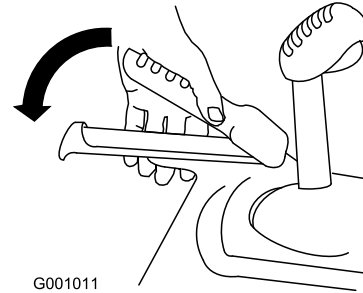

Figura 10
3. Apriete la palanca izquierda (tracción) contra la empuñadura (Figura 10).
6. Apriete la palanca izquierda (tracción) contra la empuñadura (Figura 10).